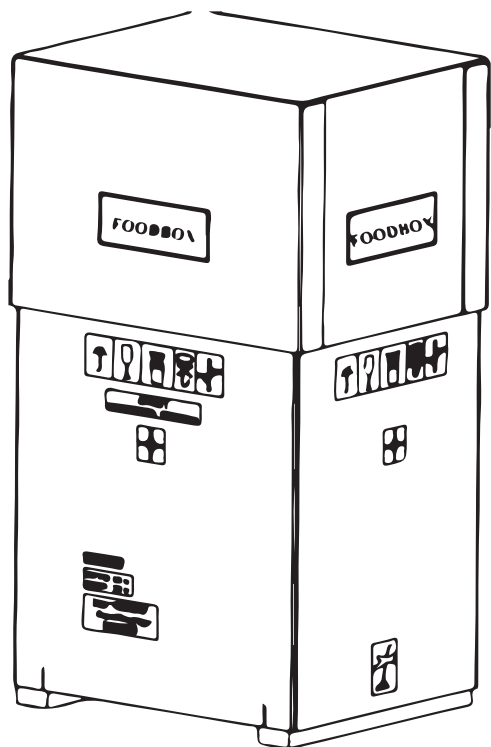

Рисунок 19 - Распаковка автомата
- снимите транспортную упаковку с автомата и удалите упаковочный материал (см.рис.19);
3. с помощью гаечного ключа S=10 мм выверните крепежные болты и снимите деревянные опоры (см.рис.19). Болты с шайбами и опоры рекомендуется сложить в пакет вместе с упаковкой для хранения;